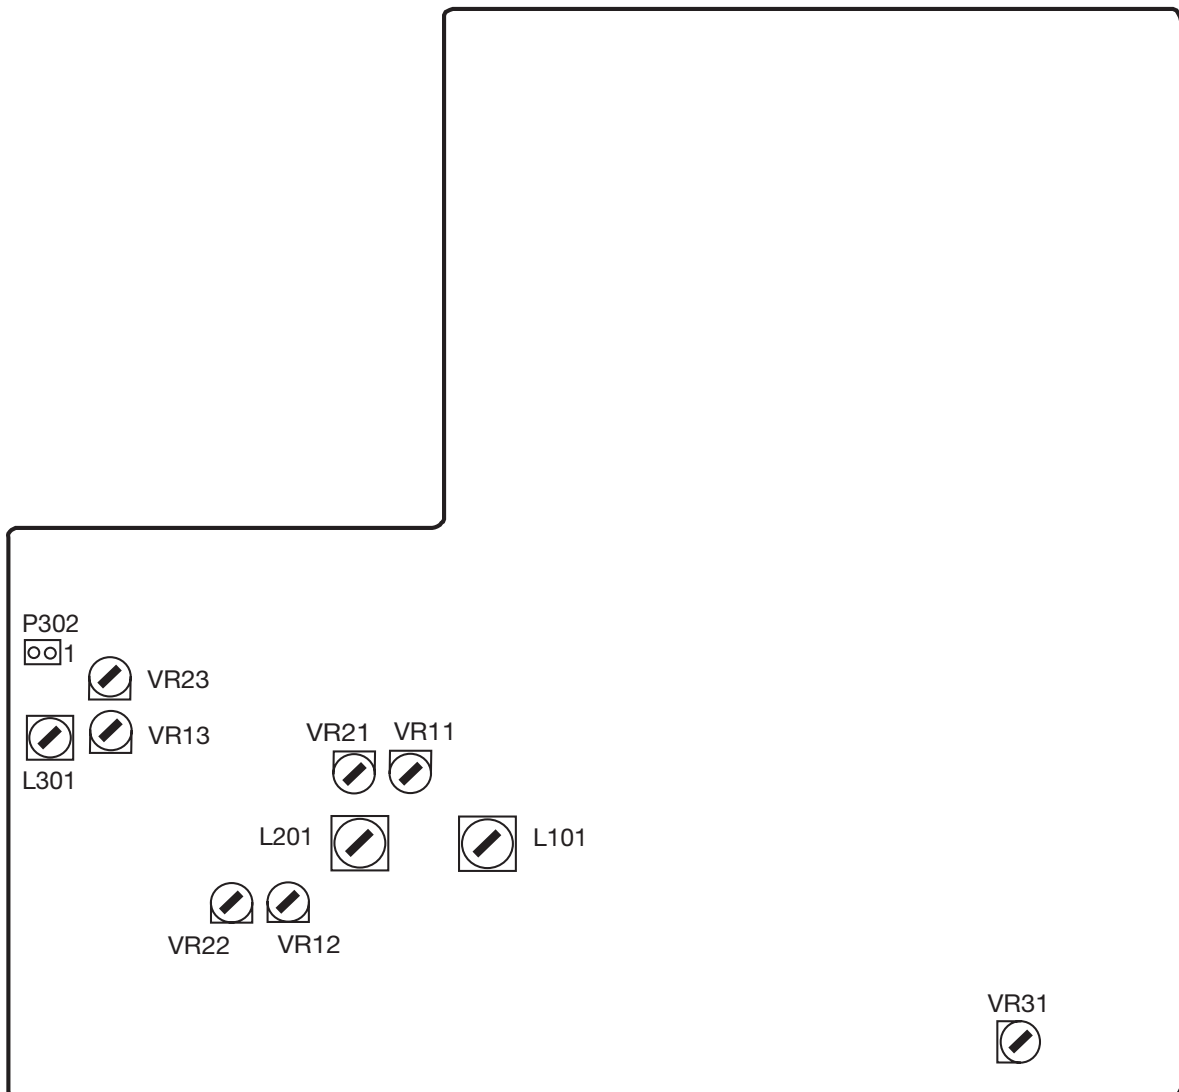

Fig. 4-2 Adjustment and check location
3. Adjust the variable resistor VR31 on the MAIN PCB (Fig.4-2).
3. 周波数値が3000Hz  $\pm$  10Hz になるようにMAIN PCBのVR31 (Fig. 4-2) を調整する。